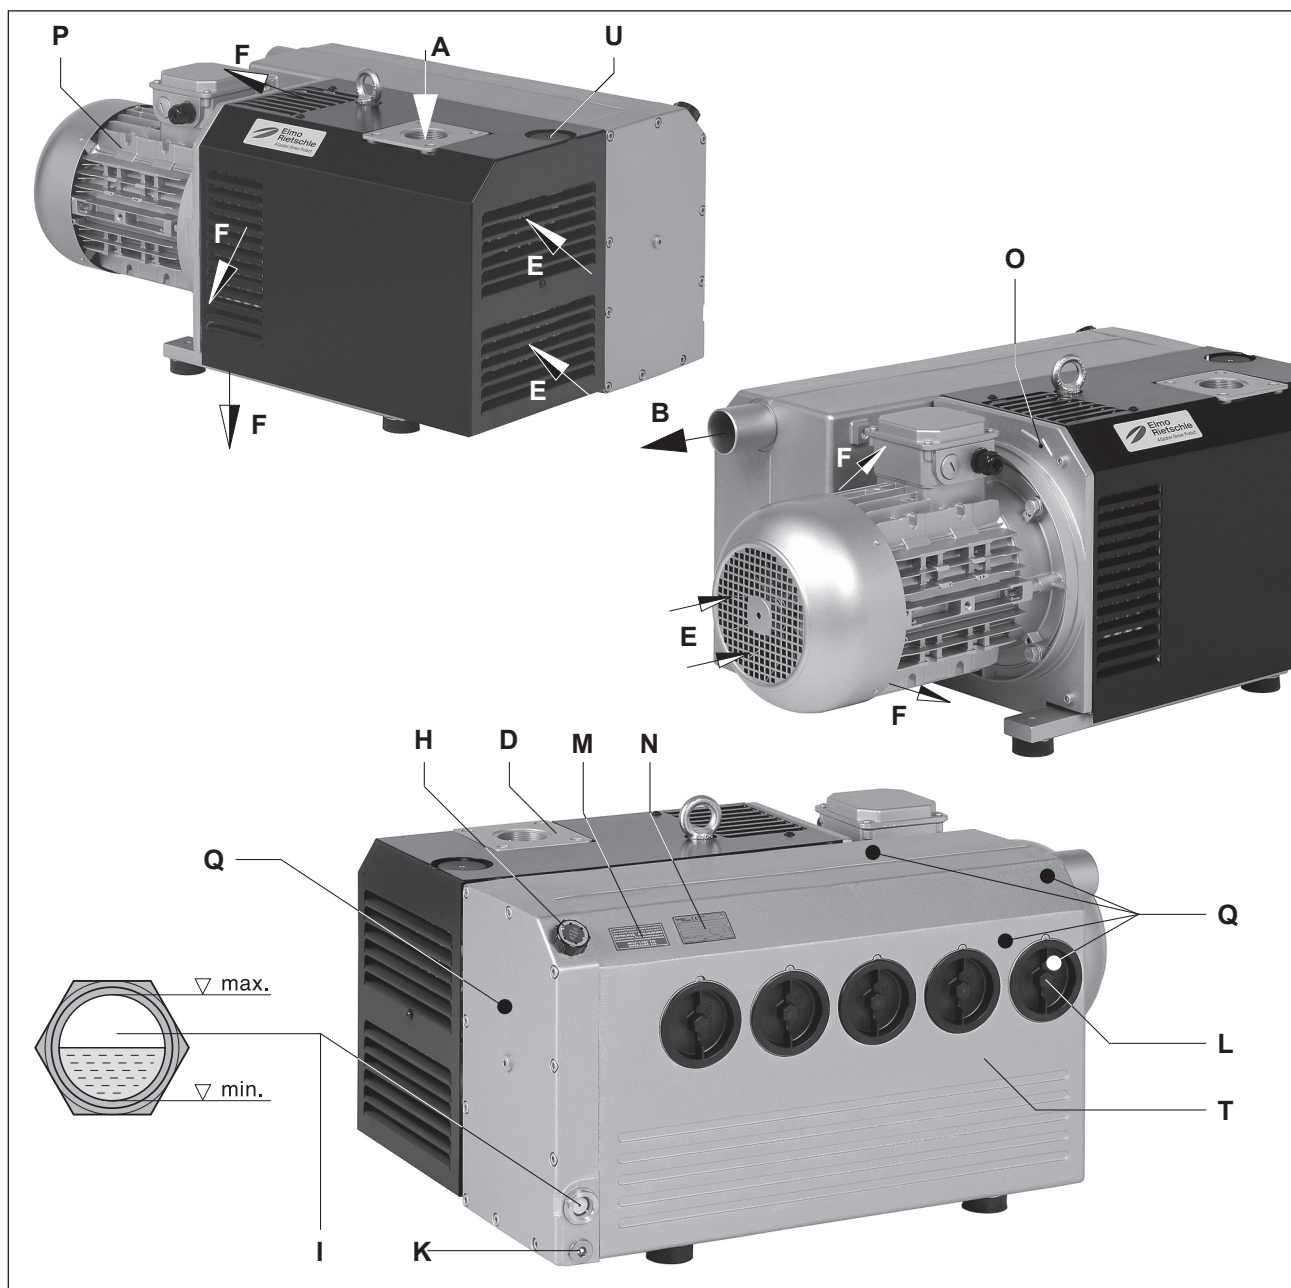

Рис. 2 Вакуумный насос V-VC 202 / V-VC 303
Газобалластный клапан в серийном исполнении (рис. 2/U) препятствует конденсации водяного пара во внутреннем пространстве прогретого насоса при всасывании небольших объемов пара. При выходе более значительных объемов пара можно предусмотреть усиленный газовый балласт (опция).
Всасывающий фланец (рис. 2/D), место заливки масла (рис. 2/H), маслоуказатель (рис. 2/I), отверстие для слива масла (рис. 2/K), газовый балласт (рис. 2/U) и корпус маслоловителя (рис. 2/T) должны быть легко доступны.
Впускные (рис. 2/E) и выпускные (рис. 2/F) отверстия для охлаждающего воздуха должны находиться на расстоянии не менее 30 см от соседних стен. Необходимо предупредить повторное всасывание охлаждающего воздуха. Для работ по техническому обслуживанию необходимо предусмотреть свободное расстояние вокруг машины не менее 50 см.
Запрещается закрывать или сужать вентиляционное отверстие (рис. 2/B).
- a) Вакуумное соединение (рис. 2/A) находится на всасывающем фланце (рис. 2/D).
- b) Всасываемый воздух может свободно выходить через вентиляционное отверстие (рис. 2/B) или отводиться через шланго-/трубопровод.
- a) Залить смазочное масло (подходящие марки см. в главе «Техническое обслуживание») в месте заливки масла (рис. 2/H) до верхней кромки маслоуказателя (рис. 2/I).
- a) Электрические параметры двигателя находятся на заводской табличке (Рис. 2/N) или на самом двигателе. Двигатели соответствуют DIN EN 60034 и выполнены по классу защиты IP 55 и классу изоляции F. Схема соответствующего подключения находится в клеммном ящике двигателя (выпадает при осуществлении штекерного соединения). Параметры двигателя должны сравниваться с параметрами имеющейся электросети (тип тока, напряжение, частота, допустимая сила тока).
В рабочем режиме температуры поверхностей компонентов (Рис. 2/Q) могут превышать 70 °C. Избегайте прикосновений к нагретым поверхностям (отметить их предупредительной надписью)!
- ▷ Предусмотренное направление вращения вала привода обозначается стрелкой (Рис. 2/О) на фланце двигателя.